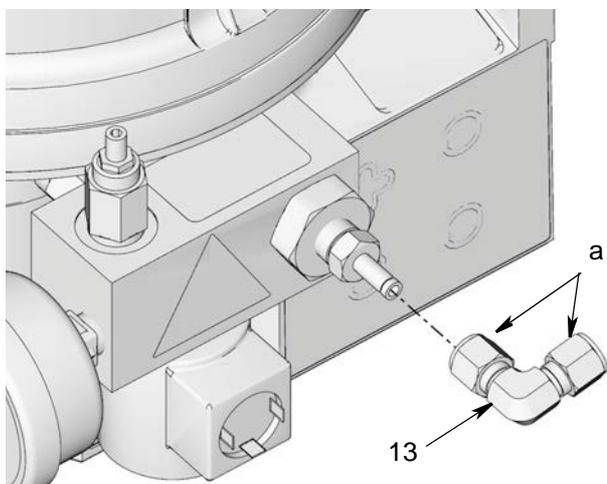

FIG. 9
6. Allentare i dadi di raccordo a gomito (a) e collegare il raccordo a gomito (13) all'adattatore del tubo (11) (FIG. 9).